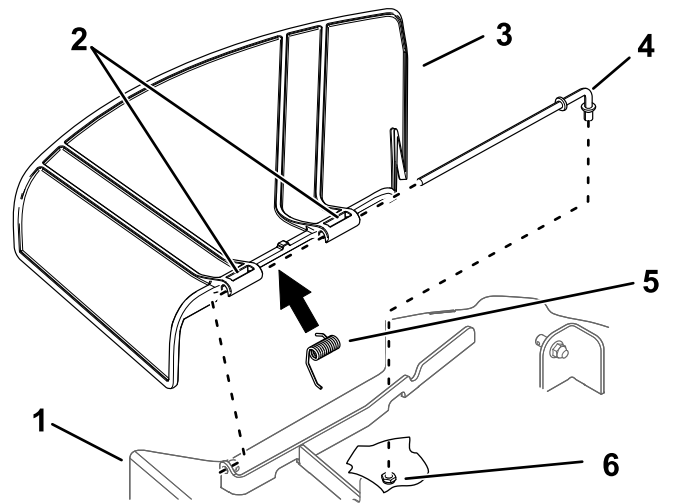

Figura 66
1. Retire la tuerca ($\frac{3}{8}$ ") de la varilla (debajo del cortacésped) (Figura 66).
2. Retire la varilla del soporte de la carcasa, del muelle y del deflector de hierba (Figura 66).
4. Instale el deflector de hierba nuevo (Figura 66).
7. Deslice la varilla por el segundo pivote del deflector de hierba (Figura 66).
9. Sujete el extremo trasero de la varilla al cortacésped con una tuerca ($\frac{3}{8}$ "), según se muestra en Figura 66.